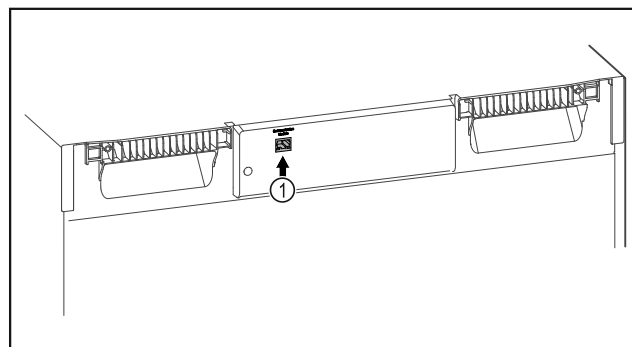

Fig. 85
- ☐ SmartModule Fig. 85 (1) ist eingesetzt.